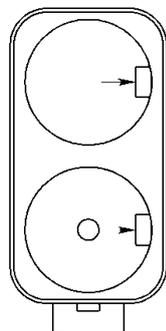

Рисунок 3. Батарейный отсек
3.4.2. Новые элементы питания (2 шт.) типоразмера D необходимо установить в отсек батарейный 13 (см. рис. 10), в соответствии с полярностью, указанной на внутренней стороне крышки отсека. Для открытия крышки батарейного отсека необходимо повернуть ручку крышки в положение «ON». Для выемки разряженных элементов питания необходимо отогнуть удерживающие прижимы (показано стрелками на рис.3).